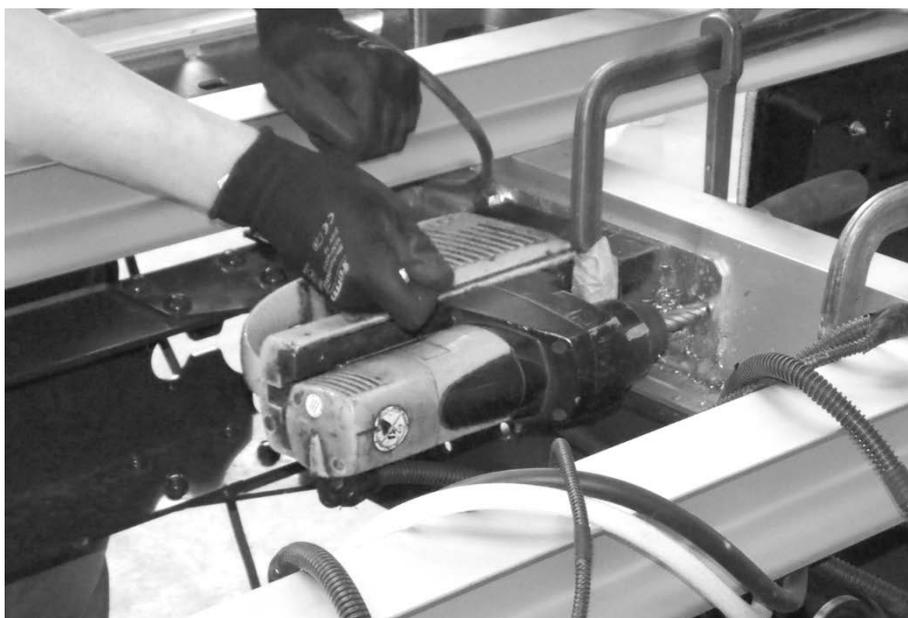

Figure 22 : Réaliser les alésages
- Réalisez les alésages (voir Figure 22). Effectuez le perçage à travers le châssis si aucun schéma de trous du châssis n'est disponible.